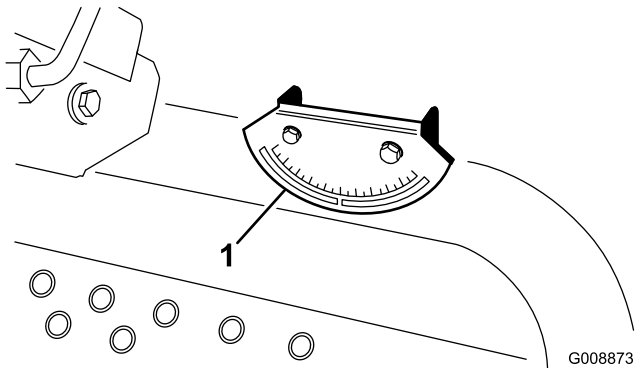

图6
2. 将手持测斜仪（随机器提供）放到油箱旁边的机架横梁上，检查机器是否水平（图6）。从操作员的位置看，测斜仪的读数应该为零度。